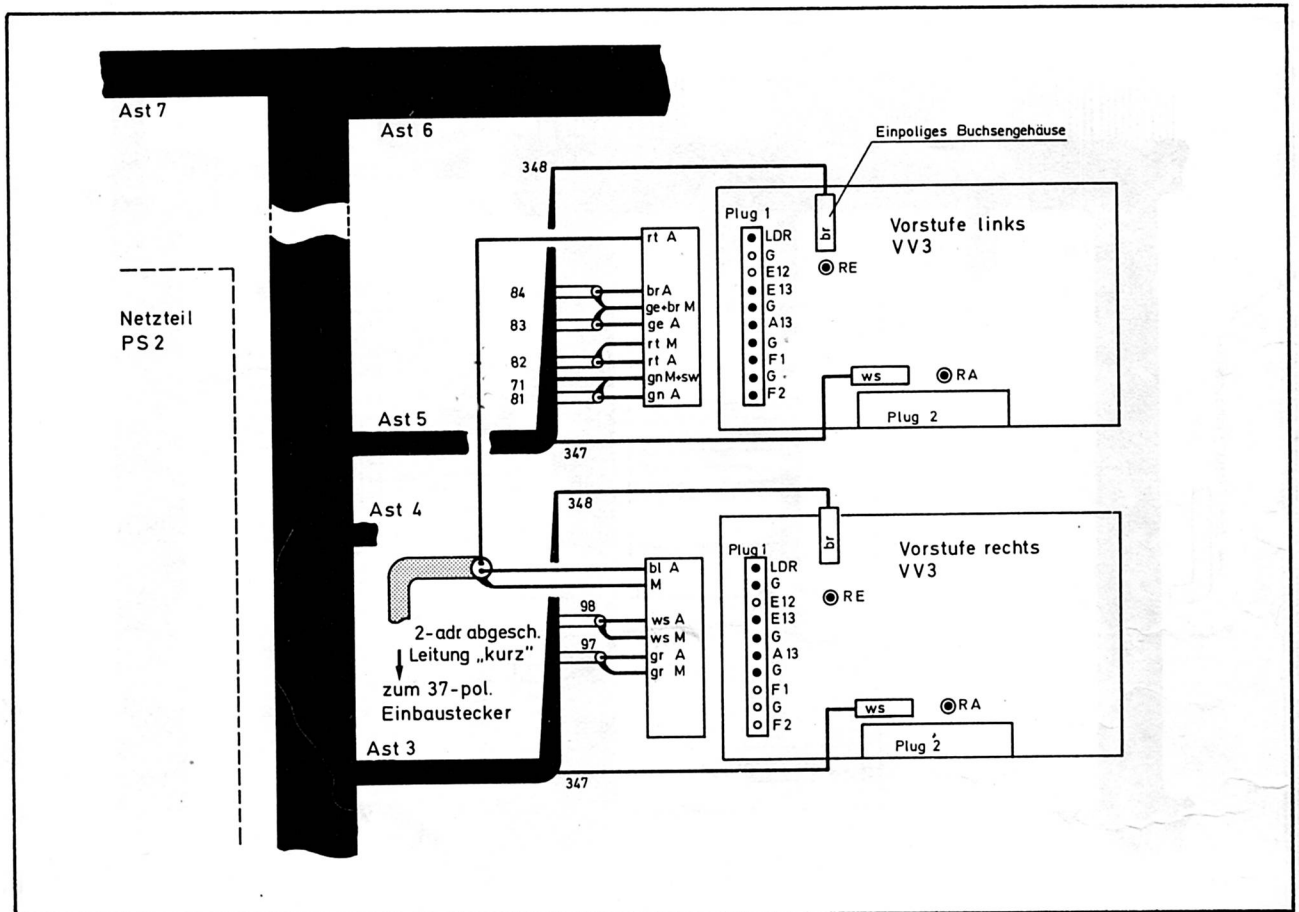

Abb. 54: Äste 3 und 5 an den Vorstufen VV 3 (Aufsteckplatinen)
10. Die Äste 3 und 5 nach Abb. 54 anschließen. (Zwei 10-polige und vier 1-polige Buchsengehäuse aus dem Bausatz Vorverstärker.)